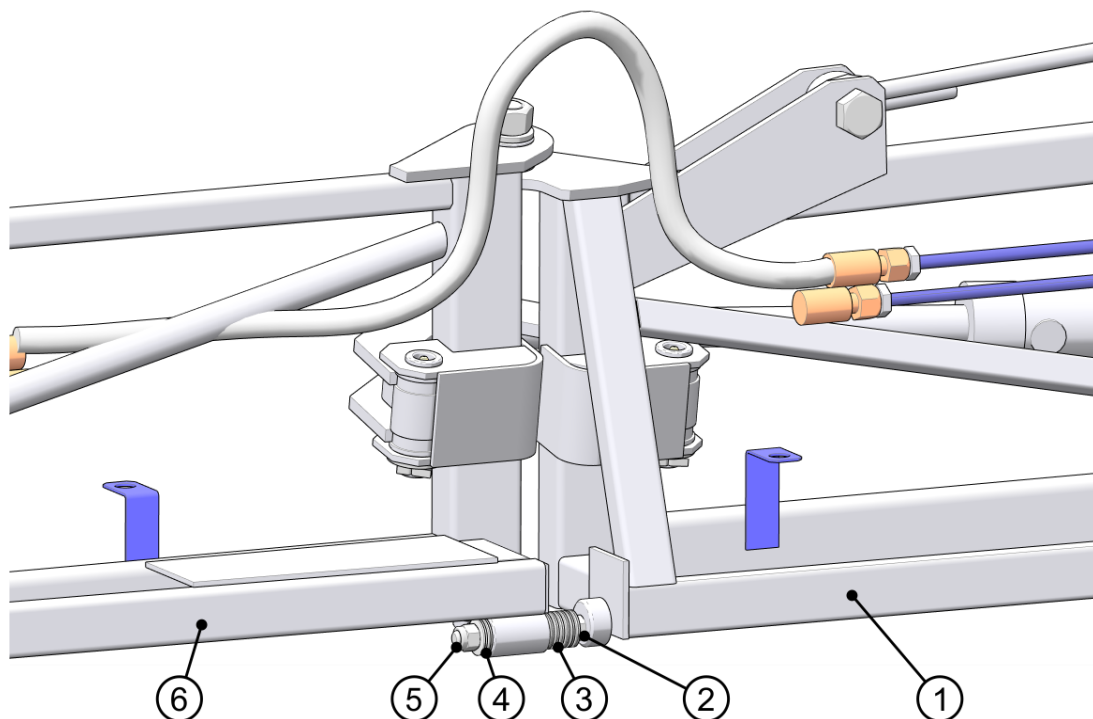

Рис. 14. Элементы регулировки
5.5.2. Регулировка упора раскладывания штанги (Рис. 14).